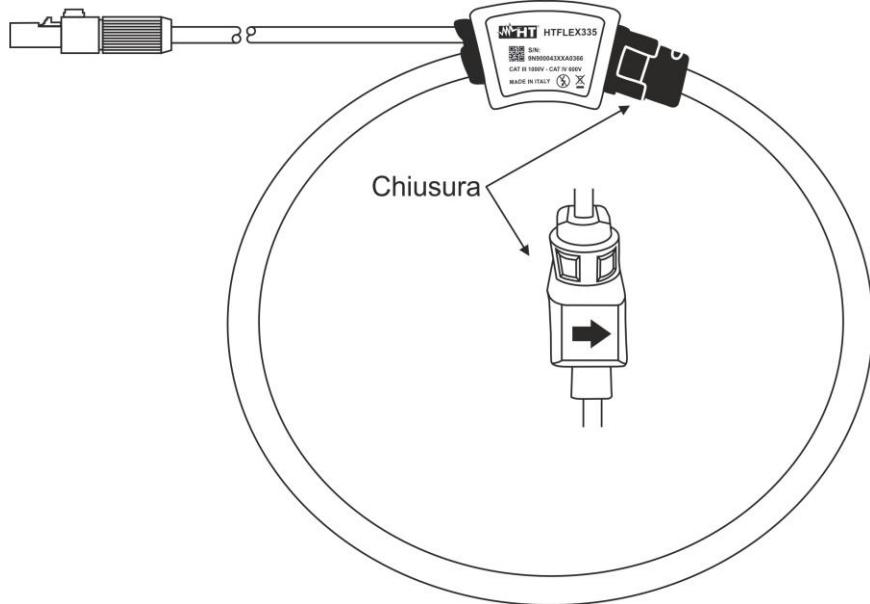

Fig. 2: Descrizione della pinza flessibile
L'accessorio, leggero e flessibile, è un trasduttore a pinza di corrente che può essere avvolto attorno alla maggior parte dei conduttori. La testa flessibile ha una curvatura predefinita che permette l'inserimento con facilità intorno al conduttore (vedere Fig. 2). La versatilità applicativa ed il grado d'isolamento differenziano la pinza flessibile dagli altri metodi di misura della corrente. Esso è costruito utilizzando materiali non ferrosi, minimizzando in tal modo qualsiasi influenza per accoppiamento magnetico sul circuito sotto test.
La pinza flessibile, a differenza di quanto gli attuali TA richiedono, è stata progettato per permettere all'operatore il posizionamento attorno al conduttore senza interromperlo. Sebbene l'uscita della pinza sia in AC, in alcuni casi può essere necessario orientare il trasduttore in modo tale che ai terminali di uscita la polarità sia definita (ex: misure di potenza). Ciò può essere fatto installando la testa flessibile attorno al conduttore prestando attenzione che la freccia presente sul dispositivo di chiusura (vedere la Fig. 2) sia rivolta nella direzione dove, per convenzione, scorre la corrente, ovvero dal generatore al carico. Qualora si eseguano misure su impianti trifase, occorre inoltre rispettare la corrispondenza tra sonda voltmetrica dello strumento di misura collegato e il trasduttore a pinza relativo alla medesima fase.
1. Avvolgere la bobina intorno al conduttore, congiungendo le due estremità della pinza rispettando la freccia presente sul dispositivo di chiusura (vedere la Fig. 2) che indica per convenzione la direzione della corrente da generatore a carico